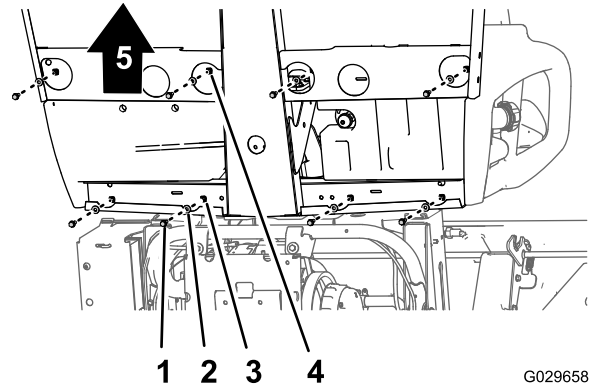

Figure 43
1. Au bas de la machine, retirez les 8 boulons à embase et les 8 rondelles qui fixent la base des sièges au plancher et au profilé arrière de la cabine (Figure 43).
2. Déposez les sièges, la base et les câbles de frein de stationnement de la machine (Figure 43) avec précaution.
- Soulevez les sièges et sa base sur la machine et alignez les câbles de frein avec le châssis (Figure 43 et Figure 44).
- Alignez les trous dans la base des sièges et les trous dans le plancher et le profilé arrière de la cabine (Figure 43 et Figure 44).